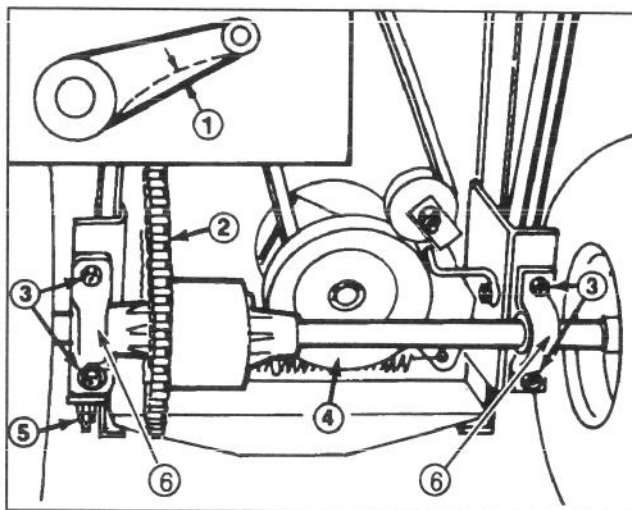

Figure 26
1. Vérifier la tension de la chaîne en appuyant légèrement sur celle-ci en son centre (Fig. 26). La chaîne doit plier à 3 mm (Fig. 26). Si la tension n'est pas adéquate, effectuer les réglages nécessaires - étapes 2 à 6.
2. Desserrer les quatre écrous à embase retenant les supports avec essieu différentiel au châssis de la machine (Fig. 26).
5. L'essieu différentiel devant être parallèle à l'arrière du châssis, mesurer la distance du centre des supports à l'arrière du châssis (Fig. 26). La différence entre les deux mesures ne doit pas être supérieure à 6 mm. Si elle l'est, l'essieu différentiel n'est pas parallèle avec le châssis; il faut donc repositionner le côté gauche afin d'obtenir la dimension désirée. Serrer les contre-écrous retenant le support gauche au châssis de la machine.